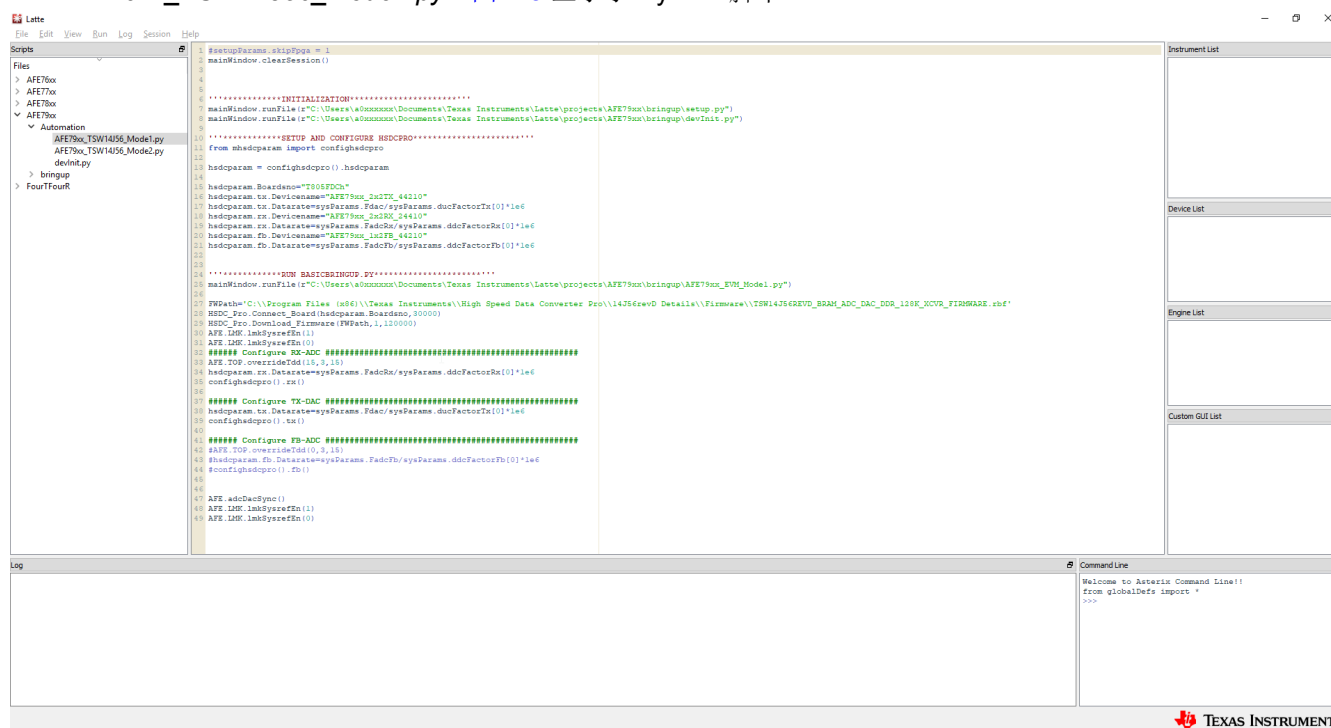

图 4-3. AFE79xx 模式 1 自动配置脚本
4. 在 Latte 应用程序左侧的 *Scripts* 窗口中，依次展开 *AFE79xx > Automation > AFE79xx_TSW14J56_Mode1.py*。图 4-3 显示了 Python 脚本。